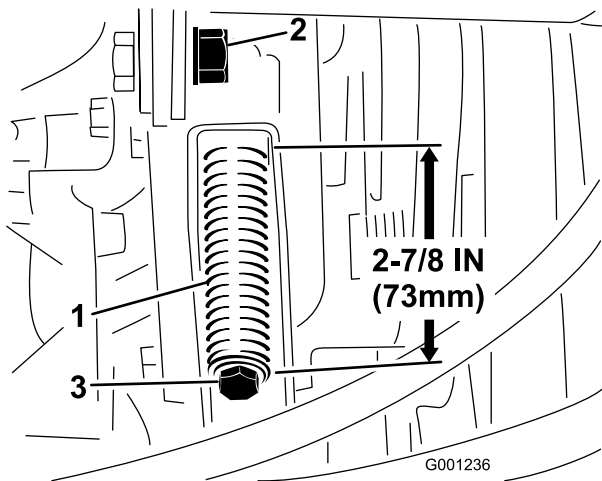

Figura 64
- Aflore la contratuerca de la varilla tensora (Figura 64).
- Utilice una llave de 1/2 pulgada para apretar o aflojar el muelle tensor de la correa (Figura 64). Ajuste la longitud del muelle a 73 mm.
- Utilizando una llave de 1/2 pulgada, aflore completamente el muelle tensor de la correa (Figura 64).
- Instale la nueva correa de la toma de fuerza y vuelva a tensar el muelle de la polea hasta que tenga una longitud de 73 mm (Figura 64).
- Apriete la contratuerca (Figura 64) y cierre el capó.